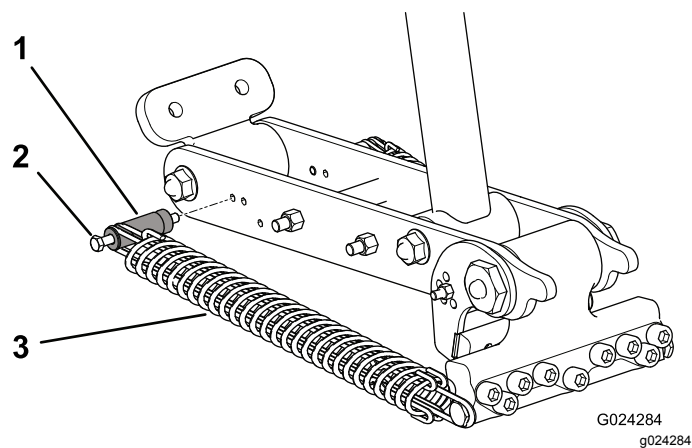
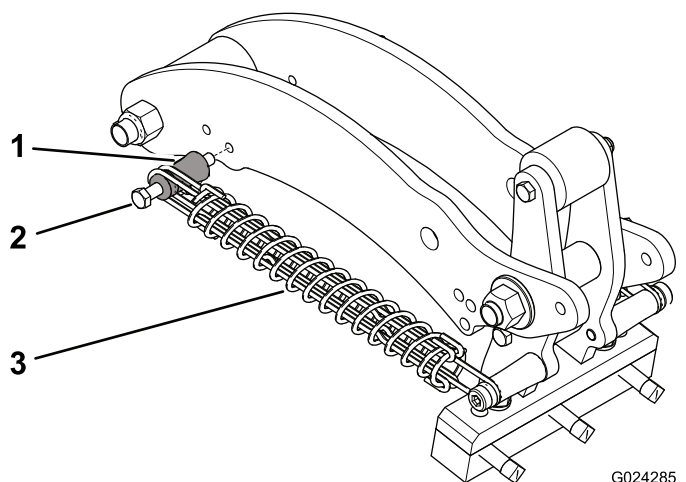

Figura 41
Figura 42
5. Rimuovete il bullone del montante di fissaggio e il montante stesso dal braccio di attacco e reinseriteli nell'altro foro di regolazione (Figura 41 o Figura 42).
4. Rimuovete il dado che fissa il bullone del montante di fissaggio della molla sul braccio di attacco (Figura 41 o Figura 42).